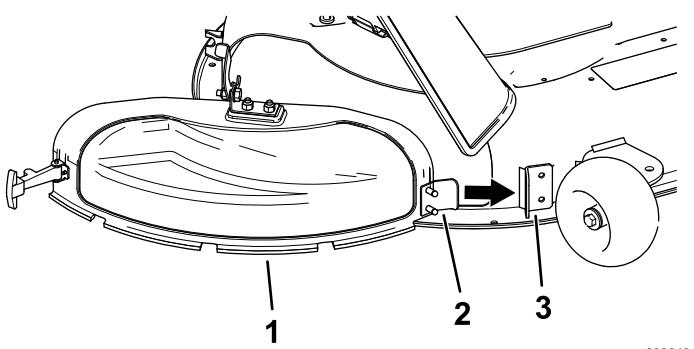

**Рисунок 14**
4. Наклоните крышку выброса назад и в сторону деки так, чтобы она была совмещена с декой газонокосилки (Рисунок 14).